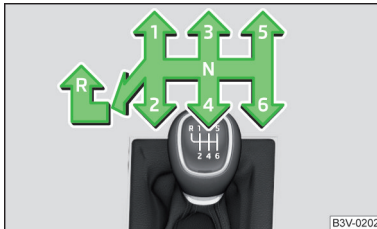

Abb. 166
Auf dem Schalthebel sind die einzelnen Gangstellungen dargestellt » Abb. 166.
- › Den Schalthebel völlig nach links und dann nach vorn in **R**-Stellung stellen » Abb. 166.